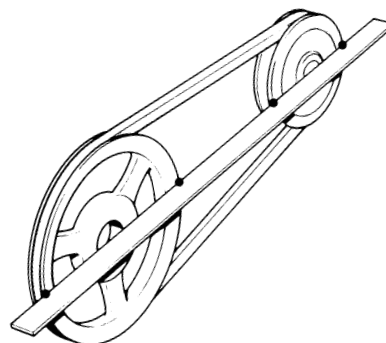

Abb. 41 Alignement des poulies à gorge
- Régler la position du moteur jusqu'à obtenir la bonne tension de la courroie (voir Abb. 41).
- S'assurer, après le réglage, que les poulies à gorge s'alignent pour éviter ainsi un usage excessif de la courroie. Effectuer le contrôle à l'aide d'une règle appropriée, voir Abb. 41.: la règle doit toucher les poulies à 4 endroits.